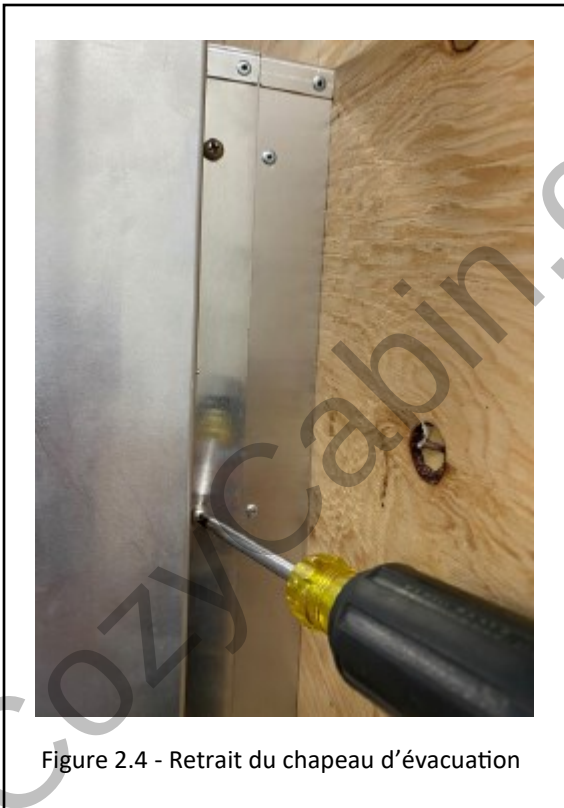

Figure 2.4 - Retrait du chapeau d'évacuation
1. Retirez les (6) vis du chapeau d'évacuation, pour installer la base du HTK-EXT. Voir la FIGURE 2.4.